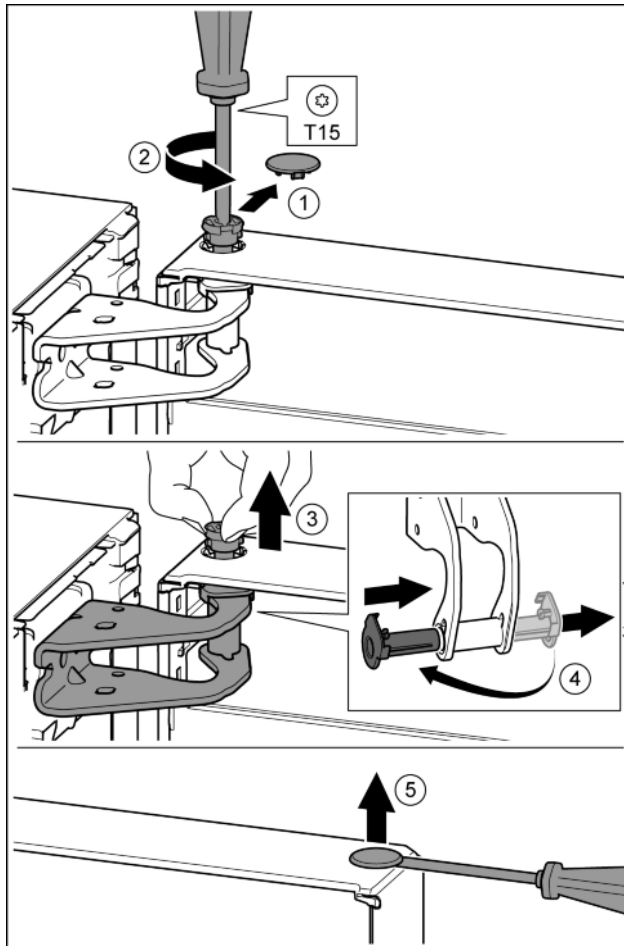

Fig. 8
- ▶ Træk forsigtigt sikringsdækslet af. Fig. 8 (1)
- ▶ Skru bolten lidt ud med en skruetrækker T15. Fig. 8 (2)
- ▶ Hold fast i døren, og træk bolten ud med fingrene. Fig. 8 (3)
- ▶ Træk lejebøsningen ud af føringen. Sæt den i fra den anden side, og lad den gå i indgreb. Fig. 8 (4)
- ▶ Løft forsigtigt propperne ud af dørens lejebøsning med en kærvskrue, og træk dem ud. Fig. 8 (5)